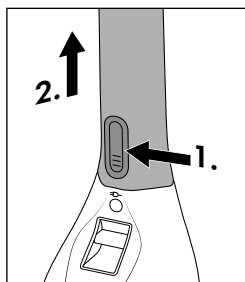

Fig. 3
- ◆ Appuyez sur la touche de déverrouillage 3 et détachez avec précaution la poignée longue 2 de l'unité moteur 8 (voir fig. 3).